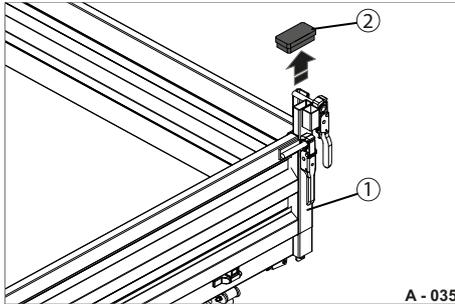
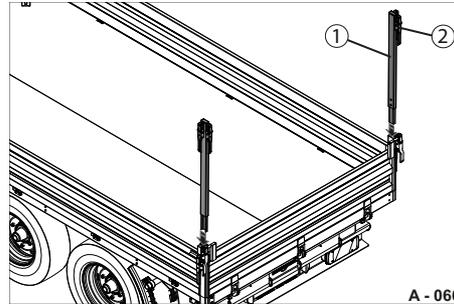

Abb. 45 Montage Stahlgitteraufsatz am Heck vorbereiten
Abb. 46 Eckrunge-Aufsätze einstecken
► Entfernen Sie die Abdeckkappen (Abb. 45/2) aus den Eckrungen (Abb. 45/1) der Grund-Bordwände.
► Stecken Sie die Eckrunge-Aufsätze (Abb. 46/1) in die Eckrunge der Grund-Bordwände (Abb. 45/1) ein. Achten Sie darauf, dass die Verschlüsse (Abb. 46/2) nach außen zeigen.